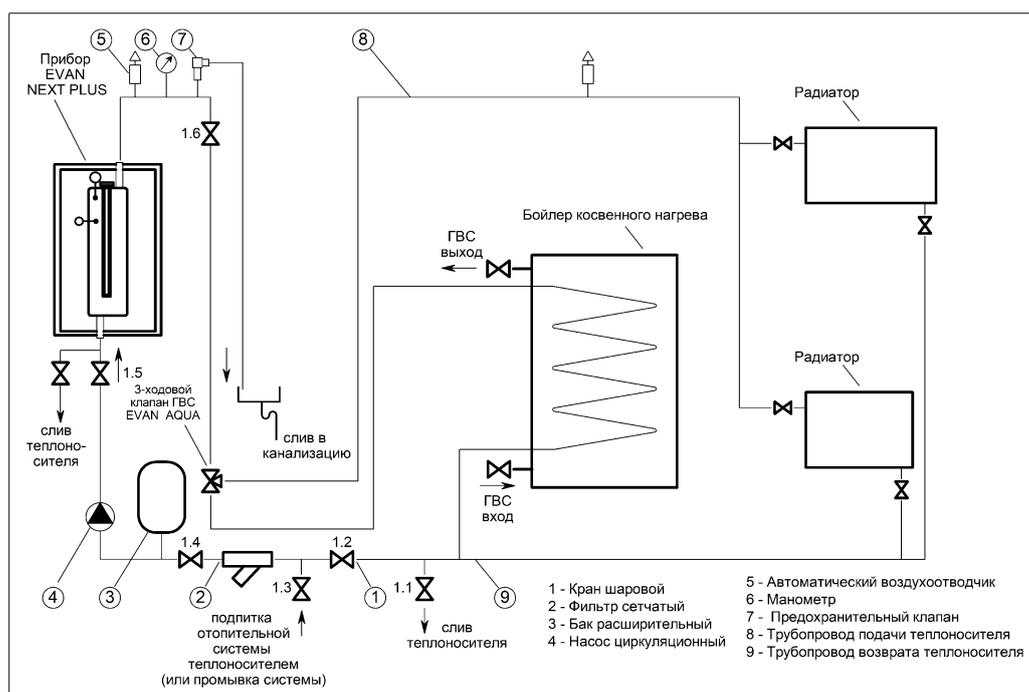

Рисунок 5. Типовая гидравлическая схема системы отопления
**4.2.1** Выполните монтаж трубопроводов и других элементов системы отопления и системы ГВС (радиаторы, бойлер косвенного нагрева, воздухоотводчик, запорная арматура и т.п.). Рекомендуемая типовая гидравлическая схема приведена на рис. 5. В системе отопления должны быть обязательно установлены:
5.2.2 Описание действий в п.5.2, п.5.3, п.5.4 выполнено по типовой гидравлической схеме приведённой на рис. 5.